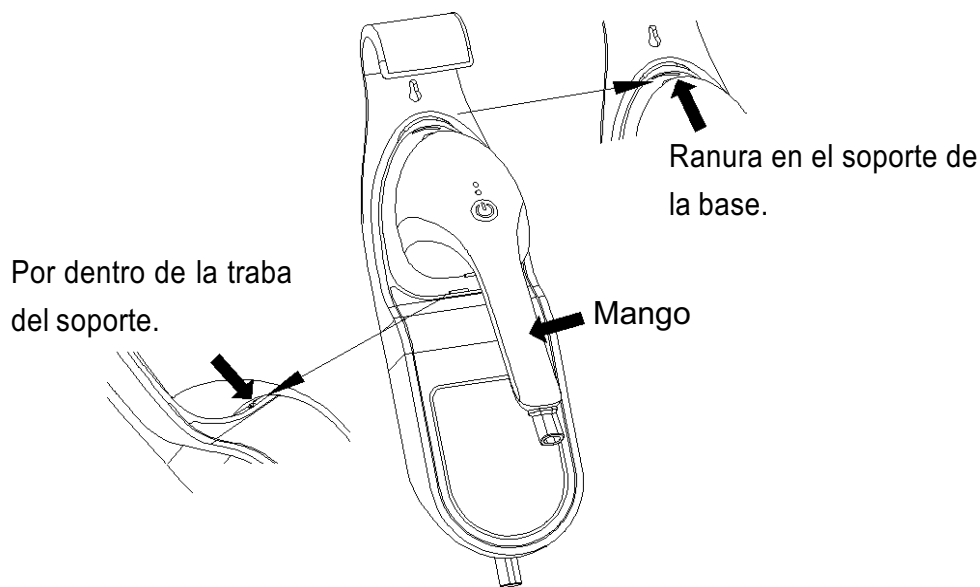

Figura 5
3. Coloque la plancha sobre la base en el soporte: la parte que sobresale en el frente de la suela se debe insertar en la ranura del soporte. Luego presione la plancha verticalmente por el mango y empújela contra la base hasta que trabe. De esta forma la plancha quedará segura en la base y sin riesgo de caerse por sí sola (Figura 5).